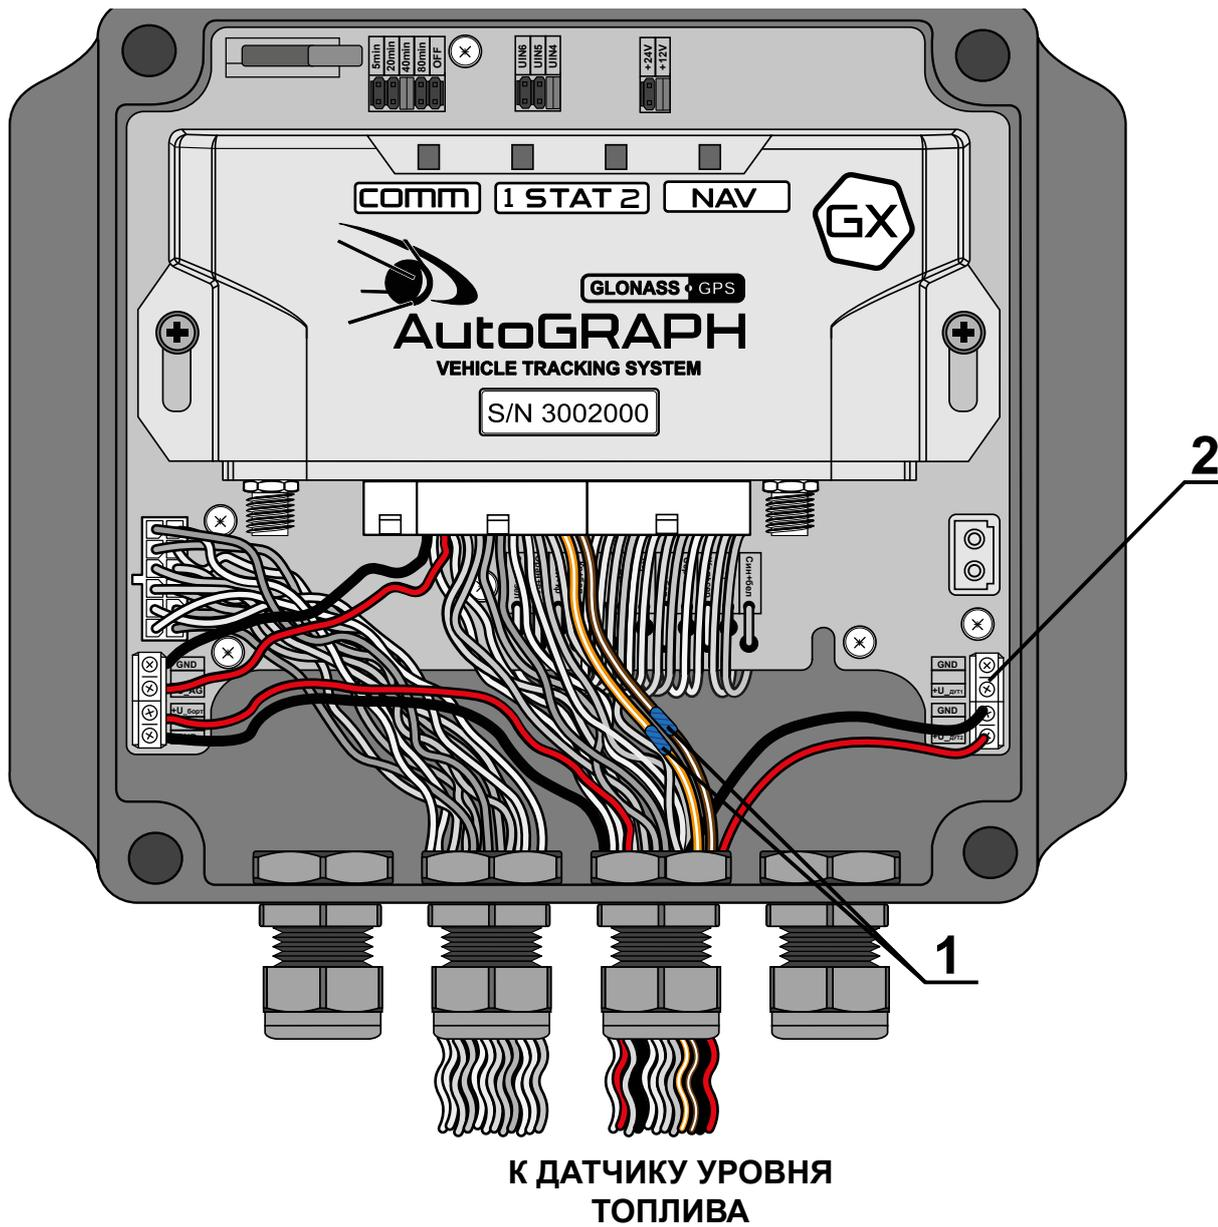

Рис.4. Подключение ДУТ.
2. Внутри корпуса ИБП-АГ-3 соедините шину RS-485 контроллера и датчика уровня топлива, затем заизолируйте место соединения (**Рис.4, п.1**).
3. Установите наконечник на кабель питания («VCC» (+Питания) и «GND» (Общий)) и установите провода в клеммник в соответствии с обозначениями (**Рис.4, п.2**).